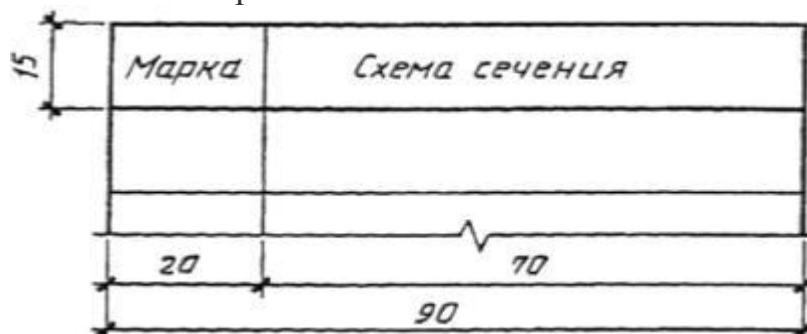

Рисунок 6.10 Ведомость перемычек
3) Заполняем ведомость перемычек по форме 6.1 – рисунок 6.10, проставляя позиции в схеме сечения, затем заполняем таблицу спецификаций сборных элементов перемычек (Приложение А). Примеры заполнения даны в таблицах 1 и 2.